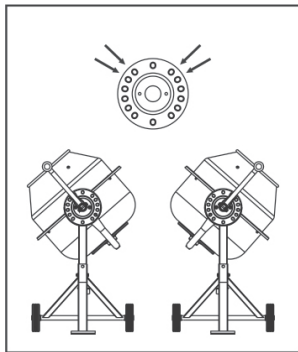

Abb.13
- Positionieren Sie die Achse der Trommel für das Beladen mit Mörtel wie in Abb.13 dargestellt.